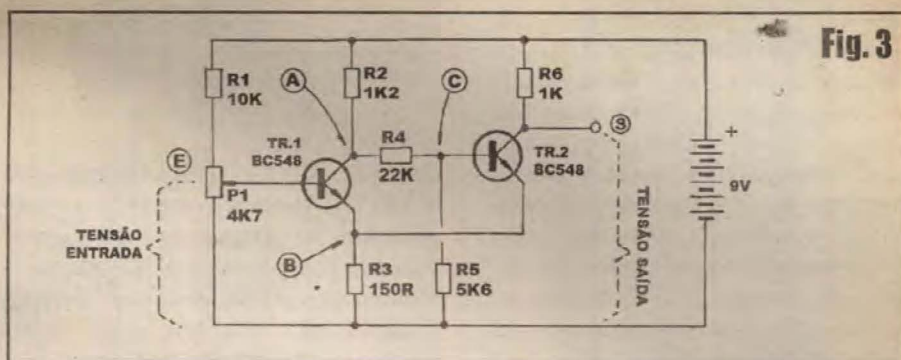

Fig. 3
**- FIG. 3 - O CIRCUITO BÁSICO DO SCHMITT TRIGGER E O SEU FUNCIONAMENTO**